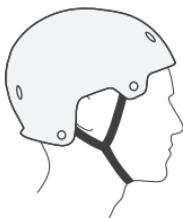
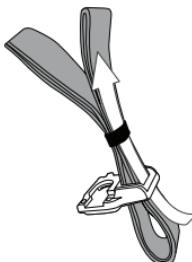

Figura 8. Posizione corretta del sottogola
Figura 9. Percorso del sottogola
Il casco è progettato per essere trattenuto da una cinghia sotto la mandibola. Le due cinghie appese al regolacinghia a destra che passano sotto la mandibola sono complessivamente chiamate sottogola (Figura 8). Accertarsi che il sottogola sia infilato correttamente nella fibbia destra (Figura 9).
Il sottogola deve essere posizionato come mostrato in Figura 8 e deve fissarsi comodamente sulla parte inferiore del mento. In caso contrario, regolarlo di nuovo.
4. Per evitare che il sottogola sventoli, infilarlo nell'O-ring di gomma (Figura 9).